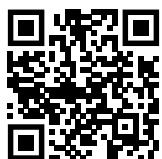

Fig. 151
- Otvorte Liebherr SmartMonitoring Dashboard. (pozri Fig. 151)